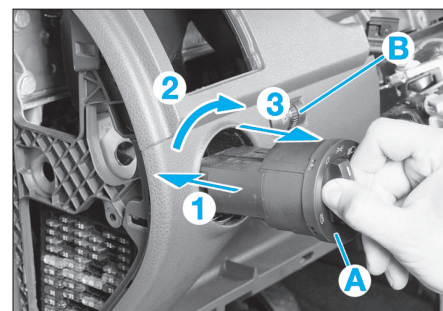

Fig. 49
• Déposer le bouton rotatif (A) de commande d'éclairage : enfoncer la commande en position "0", tourner jusqu'à la position "veilleuse" puis extraire l'ensemble en tirant vers soi.
• Profiter de l'accès pour débrancher le connecteur du réglage du site des feux (B) (Fig.49).